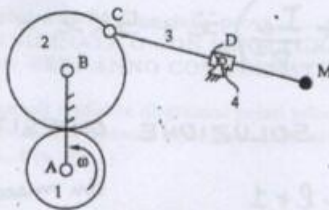

Figura 1
2. Tramite diagrammi polari si calcoli la velocità e l'accelerazione del punto  $M$ , nell'ipotesi che sia assegnata e costante la velocità angolare della ruota 1 (Figura 1). Il portatreno  $AB$  è fisso ed i raggi delle ruote sono rispettivamente  $R_1$  ed  $R_2$ .